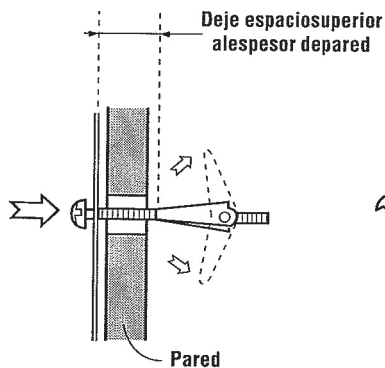

Figura 13
2. **IMPORTANTE** Utilice tornillos para madera para sujetar la placa de montaje a la columna o columnas. Utilice los Pernos de Anclaje para sujetar la placa de montaje a través de los orificios en A, B, C y D a menos que ESTOS ORIFICIOS ESTÉN UBICADOS SOBRE LA COLUMNA. Inserte un Perno de Anclaje en A, B, C y D donde sea apropiado (éstos corresponden a los orificios de la Plantilla de Pared) y coloque las Tuercas de Anclaje sobre los Pernos de Anclaje. Figura 13. Remítase a las instrucciones en la Plantilla de Pared.